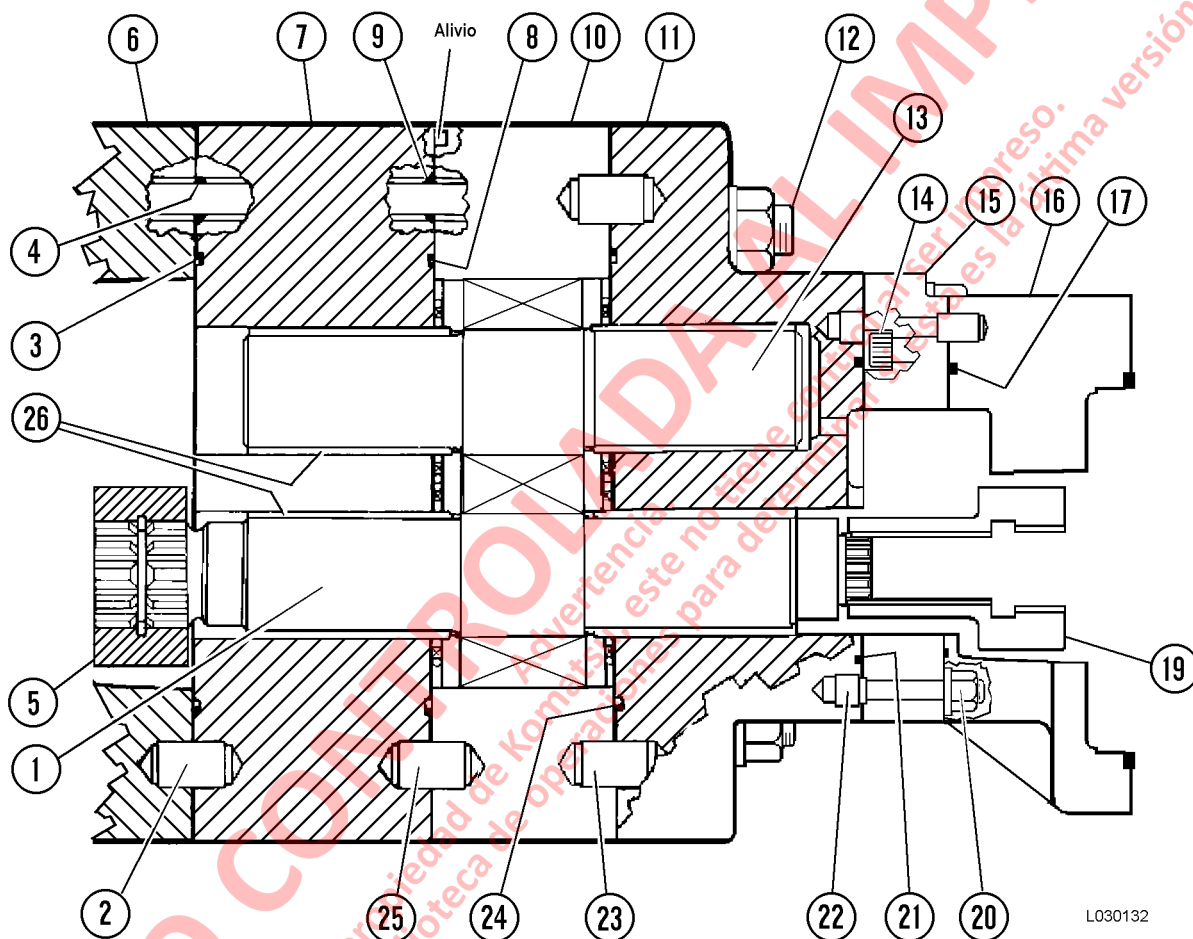

FIGURA 3-15. REARMADO DE LA BOMBA DE ELEVACIÓN
17. Lubrique las juntas tóricas (3, Figura 3-15) e instálelo en la placa del rodamiento (7). Lubrique las juntas tóricas (4) e instálelas sobre los espárragos (12). Reemplace los pasadores de espiga (2), si se sacaron. Instale la placa del rodamiento (7).
22. Lubrique e instale la junta tórica (24, Figura 3-15) en la placa del conector (11). Instale los pasadores de espiga (23), si se sacaron. Lubrique el diámetro interno del rodamiento en la placa del conector (11). Instale la placa del conector (11) con arandelas planas y tuercas.
23. Instale los pasadores de espiga (22), si se sacaron. Lubrique y ubique la junta tórica (17) en la placa de transición (16). Ensamble la placa del rodamiento (15) a la placa de transición e instale los pernos (14). Apriete los pernos al torque estándar.
24. Lubrique las juntas tóricas (21) y póngalas en la placa del rodamiento (15). Instale la placa del rodamiento y la placa de transición ensambladas a la placa del conector (11) y asegúrelo con turcas (20). Apriete las tuercas al torque estándar.
25. Instale los acoples (19).
30. Instale la junta tórica nueva en la brida de la bomba de dirección e instale la bomba de dirección en la placa de transmisión (16, Figura 3-15). Instale los pernos y apriételos al torque estándar.